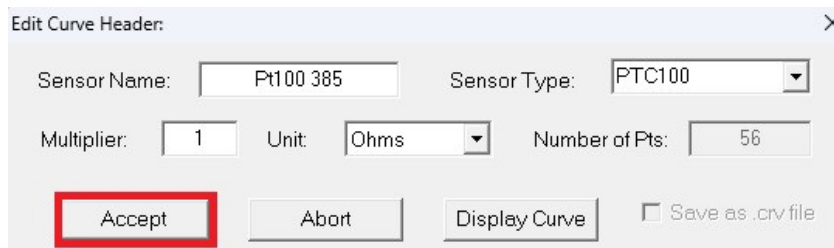

图 4.9 Edit Curve Header 窗口
2、在选择曲线后，程序会跳出图 4.9 所示界面，一般会自动匹配参数，点击“Accept”即可。